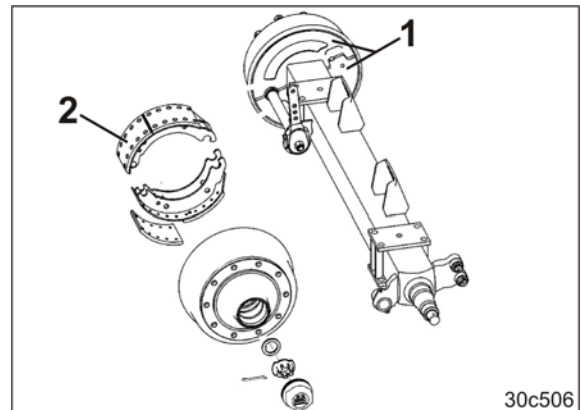

Fig. 336
Indtrængende snavs kan sætte sig på bremsebelægningerne (Fig. 336/2), og det kan medføre væsentligt nedsat bremseevne.
1. Skru de to afskærmninger (Fig. 336/1) af på indersiden af bremsetromlen.